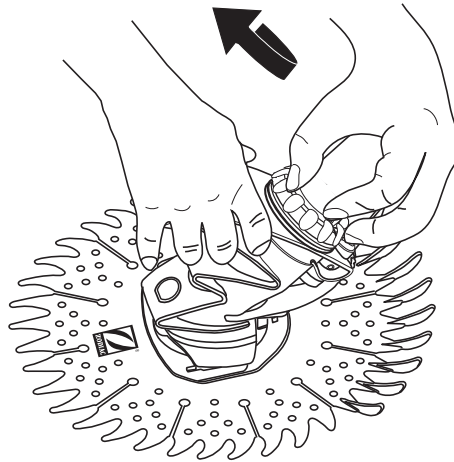

Figure 12
4. Vérifier le rondelle de butée est resté à l'intérieure de l'écrou manuel. Insérez la cassette dans le boîtier, remplacez l'écrou manuel et puis le vissez serré.(Voir la Figure 12).